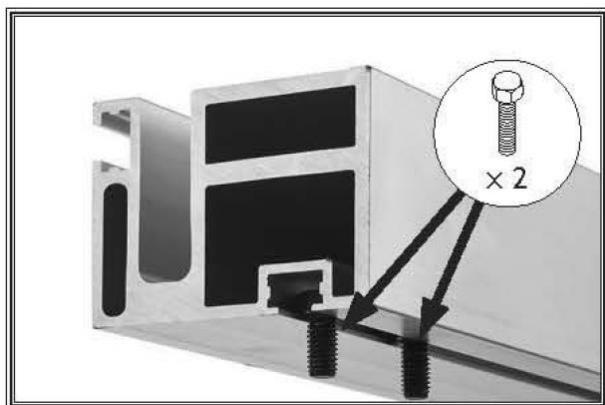

Рисунок 21. Расположение шестиграных болтов для крепления выключателя.
10. Снимите (2) болты с шестигранной головкой M8-1.25 x 16 с выключателя, затем снимите винт и торцевую крышку с левого конца направляющей параллельного упора. Вставьте шестигранные болты в нижний паз на левом конце параллельного упора (см. рисунок 21). Эти болты будут использованы позже для крепления выключателя.